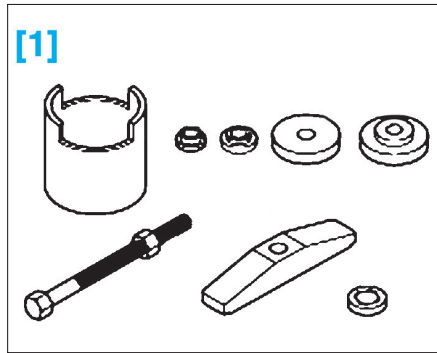

FIG. 55
- [1]. Dispositif de montage Ref. 3253 (Fig.55).